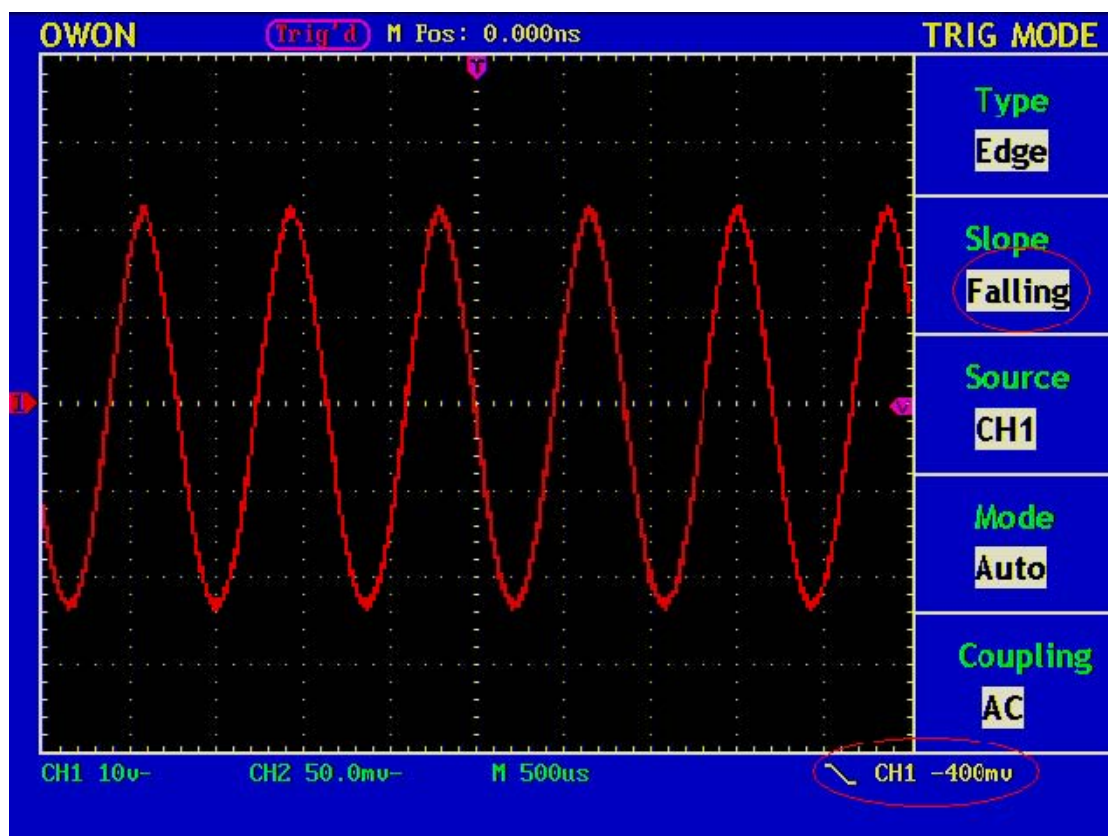

Рисунок 29. Осциллограмма, полученная при запуске по спадающему фронту
7. Нажмите снова на кнопку **F2** и выберите запуск по спадающему фронту “Falling”. Вид экрана при этом показан на рис. 29.